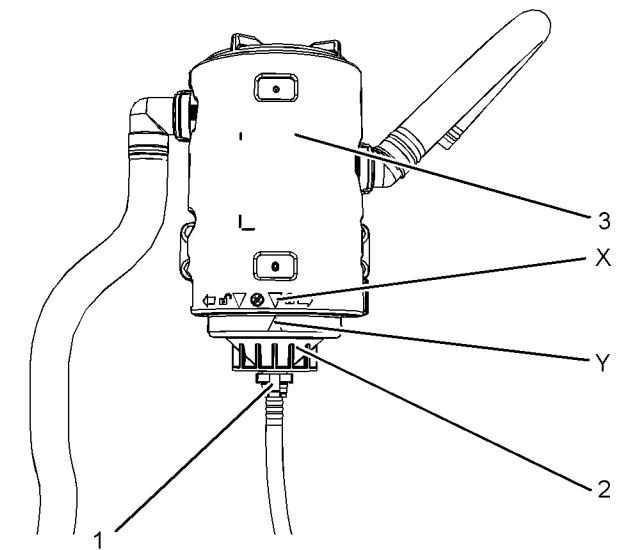

图 69
- 安装滤芯组件和底盖 (2)。手动顺时针旋转底盖, 直到底盖锁止在通气孔体上的锁止位置。确保正确对准对准标记 (X 和 Y)。参考图 69。
- 安装管连接 (1)。确保管连接上的固定卡子正确接合。取走容器。